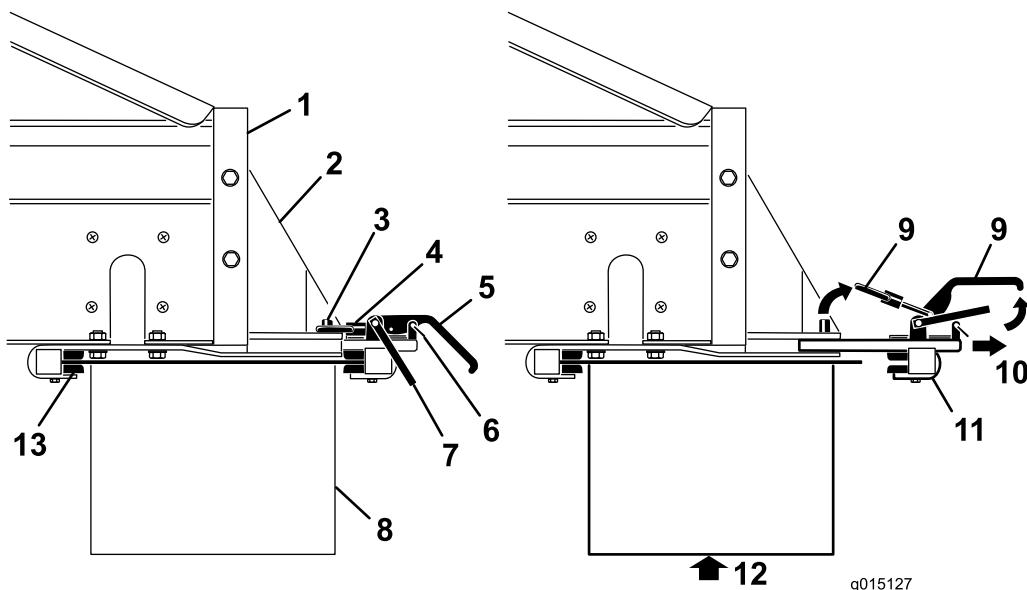

Рисунок 3
3. Снимите зажимы предохранительных защелок с рукояток хомутов (Рисунок 3).
4. Поднимите предохранительную защелку, затем поднимите рукоятки хомутов дополнительного навесного орудия и освободите стопорные кольца от стопорных штифтов (Рисунок 3).
5. Выведите задний узел хомута дополнительного навесного оборудования из пазов быстрого подсоединения (Рисунок 3).
6. Вдвоем с помощником вставьте передний край поперечного конвейера / поворотного устройства под заднюю часть МН-400 в передние хомуты на кронштейнах (Рисунок 3).
7. Поддерживая поперечный конвейер / поворотное устройство, сдвиньте узел заднего хомута дополнительного навесного оборудования назад в пазы кронштейнов и поверх задней кромки (Рисунок 3).
9. Заново установите зажимы предохранительных защелок на рукоятки хомутов (Рисунок 3).